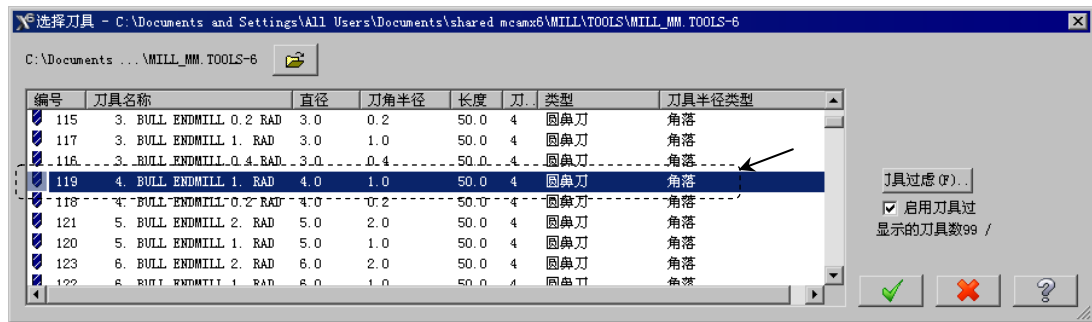

图 17.12 “选择刀具”对话框
Step4. 选择刀具。在“曲面精加工平行铣削”对话框中，单击 **选择刀具...** 按钮，系统弹出“选择刀具”对话框，在该对话框的列表框中选择图 17.12 所示的刀具。单击  按钮，关闭“选择刀具”对话框，系统返回至“曲面精加工平行铣削”对话框。